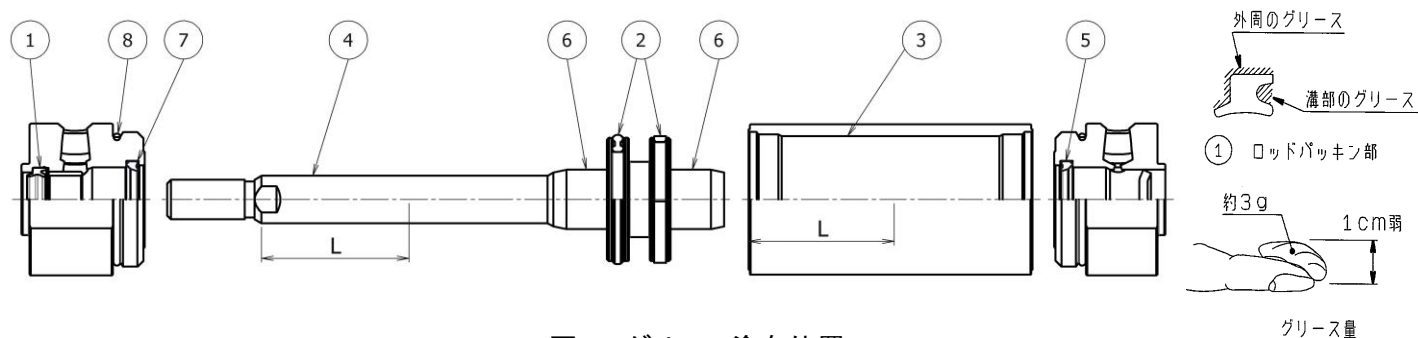

図 8. グリース塗布位置
シリンダの各部品には図 8 の各部分にグリースを塗布しますが、100 ストロークのシリンダ 1 本に付表 11 の量が必要です。目安としては人差指ですくった程度が約 3(g)です。
1) ロッドパッキン(図 8, ①)
2) ピストンパッキン (図 8, ②)
3) チューブガスケット (図 8, ⑧)